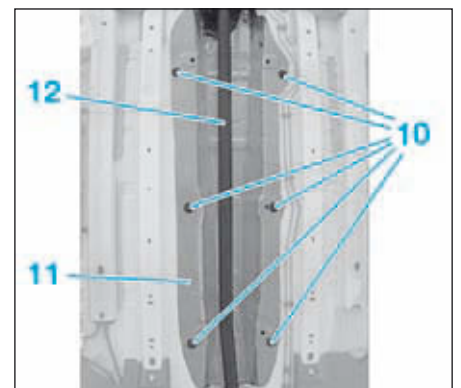

FIG.16
- les écrous (10) de l'écran thermique (11) (Fig.16).
- la ligne d'échappement (12),
- l'écran thermique (11).